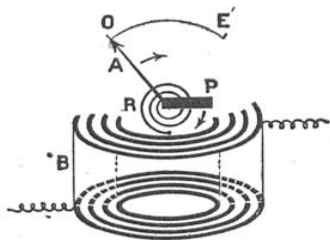
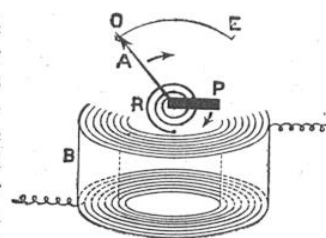

FIG. 1. — LE PLUS SIMPLE DES AMPÈREMÈTRES
FIG. 5. — LE PLUS SIMPLE DES VOLTMÈTRES
Notre figure 1 représente schématiquement un de ces derniers : c'est un *ampèremètre à fer doux*. Une palette P (de fer doux) peut tourner autour de son extrémité de gauche ; elle est maintenue dans cette position par un ressort spiral R. En dessous se trouve une bobine B, d'axe vertical, dans laquelle on enverra le courant à mesurer. Lorsque le courant passera, la palette aura tendance à se disposer suivant la verticale ; il se produira donc un antagonisme entre cette dernière tendance et l'effet du ressort qui s'y oppose. Sans qu'il soit besoin d'insister davantage, on conçoit que, plus
Il en résulte immédiatement qu'un tel appareil pourra aussi bien mesurer des *courants alternatifs* (3) : ces courants, comme on sait, circulent tantôt dans un sens, tantôt dans l'autre (habituellement : un centième de seconde dans un sens, le centième de seconde d'après dans l'autre) ; comme chacun des deux courants agit sur la palette P (fig. 1), ce type d'ampèremètre mesurera l'intensité « efficace » du courant alternatif.
Nous avons dit que les appareils électriques sont extraordinairement sensibles ; il arrivera donc fréquemment que le courant à mesurer ferait dévier l'aiguille A bien au delà du point E (fig. 1). C'est le cas de mettre à profit l'adage : « qui peut le plus peut le moins », car rien n'est plus facile que d'employer un *réducteur de sensibilité*. Il suffira de disposer entre les bornes (fig. 1) de l'appareil
Cet appareil peut être adjoint à l'ampèremètre (fig. 1) et prend le nom de *shunt* : il est formé par des lames métalliques, parfaitement calculées de telle sorte que les 999 centièmes du courant passent dans le shunt (le millième restant traversant l'ampèremètre ; pour le montage, voir fig. 4). Par suite, si l'ampèremètre marque 0 A 74, c'est donc en réalité 740 ampères qui alimentent le circuit principal. (On desserre les écrous pour introduire les gros conducteurs qui amènent ce courant.)
La qualité essentielle d'un ampèremètre, c'est qu'il ne doit pas modifier l'intensité qui traverse le circuit dans lequel on l'introduit : aussi la bobine *B* (fig. 1) doit-elle être constituée par un fil gros et court (1). Supposons, si l'on veut, qu'on se propose de mesurer l'intensité qui alimente une lampe à incandescence. On remplacera l'interrupteur à godets de mercure (fig. 3) par l'ampèremètre, muni, si besoin est, de son shunt (fig. 4). Notons en passant la disposition des appareils dans une mesure d'intensité : l'ampèremètre se place *en série* sur le circuit principal et le réducteur de sensibilité est mis *en dérivation* sur l'appareil de mesure.
Notre figure 5 représente schématiquement un de ces derniers : c'est un *voltmètre à fer doux*, qui ressemble, « comme un frère », à l'ampèremètre de la figure 1. Même palette *P* (de fer doux) pouvant tourner autour de son extrémité de gauche et maintenue dans sa position initiale par le ressort spiral *R*. Même bobine *B*, d'axe vertical, dans laquelle on enverra un certain courant qui nous fera immédiatement connaître la tension à mesurer. Comme précédemment,
Cet appareil peut être adjoint au voltmètre (fig. 5) et prend le nom de résistance additionnelle : il est formé par un fil très long et très fin, calculé de telle sorte que le courant qui traverse le voltmètre devienne mille fois plus faible, par exemple, que si le voltmètre était employé seul.
on montre que, plus l'intensité de ce courant sera considérable, plus la palette *P* tournera, et on lira sa rotation au moyen de l'aiguille *A*, qui lui est solidaire et qui se déplace devant l'échelle *O E* (fig. 5), graduée empiriquement en volts. Comme précédemment, la déviation est indépendante du sens du courant qui passe dans l'appareil ; celui-ci pourra donc être utilisé en courant alternatif,
les deux points entre lesquels est appliquée la tension qu'on veut évaluer (1) : la qualité essentielle de cet appareil, c'est qu'il ne doit pas modifier la tension à mesurer, et, pour cela, il est indispensable que le courant à travers l'appareil soit *extrêmement faible* : aussi la bobine *B* (fig. 5) doit-elle être constituée par un fil fin et long (2).
Les appareils électriques — répétons-le — sont extraordinairement sensibles ; il arrivera donc fréquemment que la tension à mesurer ferait dévier l'aiguille *A* bien au delà du point *E* (fig. 5). Comme précédemment, le remède consiste à employer un *réducteur de sensibilité*. Il suffira de disposer à la suite de l'appareil une sorte d'amortisseur, dit *résistance additionnelle* (fig. 6), de telle sorte qu'il passe finalement mille fois moins d'électrons dans le voltmètre que si celui-ci était directement branché sur la tension à mesurer. Dans le
cas où on désirerait que la sensibilité soit réduite dans le rapport de mille à un, on comprend sans peine que la résistance additionnelle — supposée constituée par le même fil (même substance et même diamètre) que celui de la bobine *B* — aura une longueur 999 fois plus grande que le fil enroulé en *B* (fig. 5).